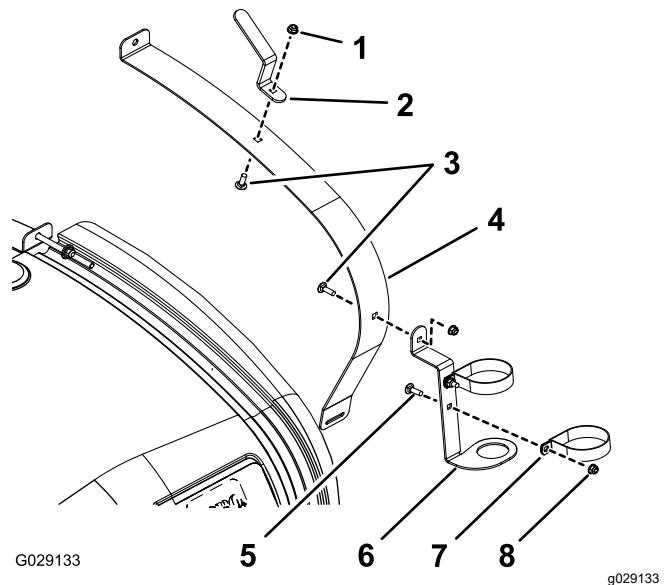
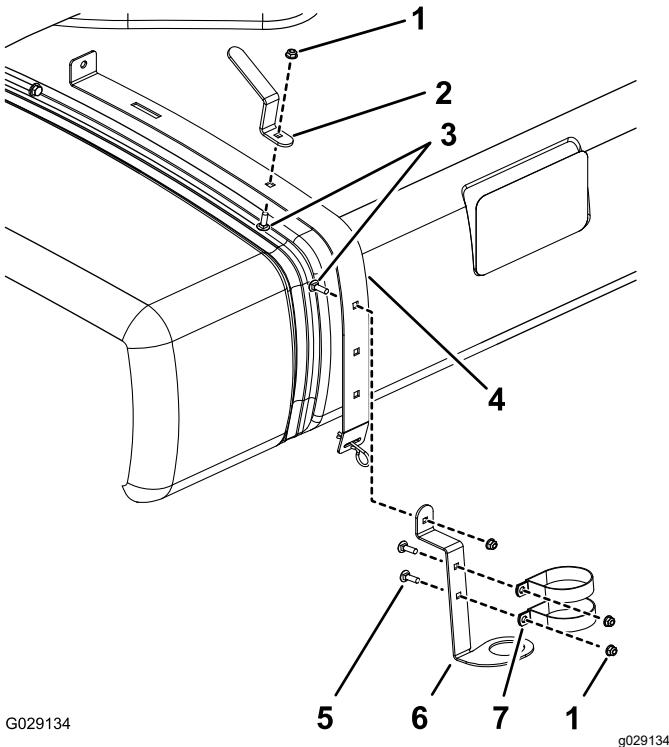

Рисунок 1
Рисунок 2
- На машинах Multi Pro WM ослабьте задний правый хомут (Рисунок 2).
- На машинах Multi Pro 1750 и Multi Pro 5800 ослабьте передний правый хомут (Рисунок 1).
2. Установите R-образные хомуты, кронштейн пистолета-распылителя и крюк шланга, как показано на Рисунок 1 или Рисунок 2, используя каретный болт, плоскую шайбу и гайку с фланцевой головкой.